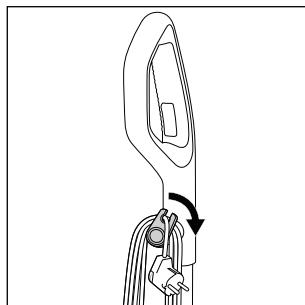

Fig. 12
- ◆ Déroulez le cordon d'alimentation ⑯ entièrement du support de cordon supérieur et inférieur ⑯/⑯. Pour dérouler rapidement le cordon d'alimentation ⑯ des supports de cordon ⑯/⑯, sortez légèrement le support de cordon supérieur ⑯ et tournez-le vers le bas (voir fig. 12).